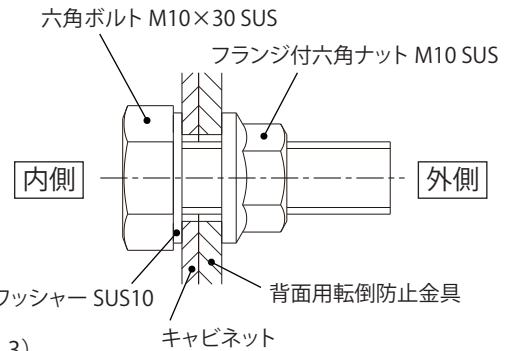

図 1
2. 六角ボルト M10×30 SUS にシールワッシャー SUS10 をセットし、キャビネットの内側から 1. で加工した穴に取り付けてください。(図 1)
3. キャビネットの外側からフランジ付六角ナット SUS10 を取り付け、適正締付トルクで締め付けてください。(図 1)